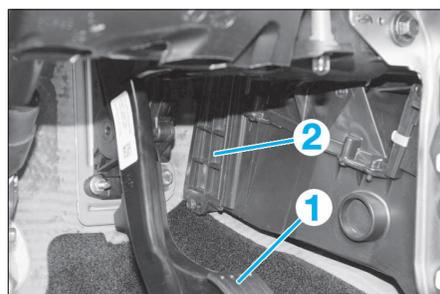

FIG. 5
- la pédale d'accélérateur (1) avec son support et la placer sur le côté (Fig.5).
- la trappe d'accès (2).